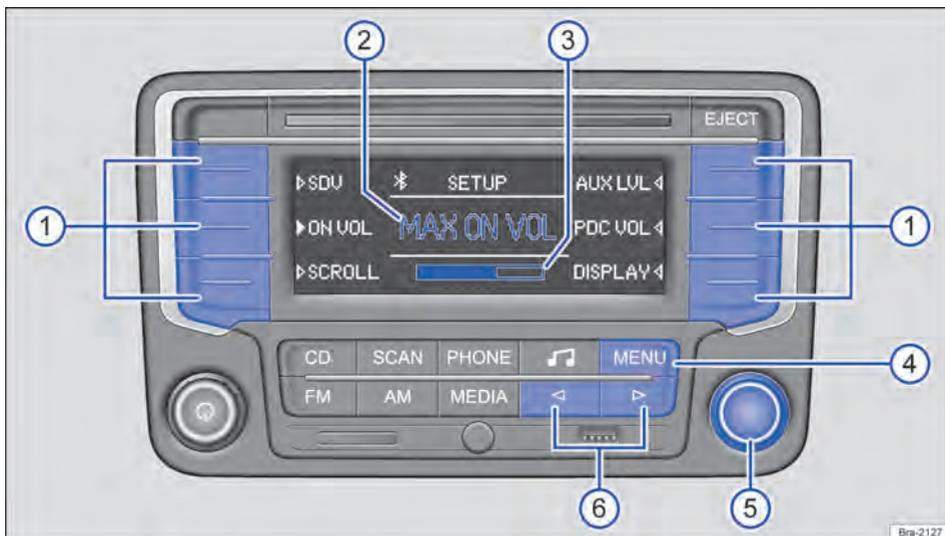

Fig. 142 Menu SETUP: definir o volume inicial.
- Pressionar o botão do aparelho **MENU** a partir de qualquer menu → Fig. 142 ④.
- Pressionar os botões de função para abrir o respectivo menu de ajuste → Fig. 142 ①.
- Girar botão de ajuste para alterar o ajuste atual → Fig. 142 ⑤.
- **OU:** pressionar brevemente o botão do aparelho ◀ ou ▶ para alterar o ajuste atual → Fig. 142 ⑥.
- **OU:** botão do aparelho é pressionado brevemente **MENU** → Fig. 142 ④.
→ Fig. 142 ② e, abaixo disso, a barra de volume
→ Fig. 142 ③.